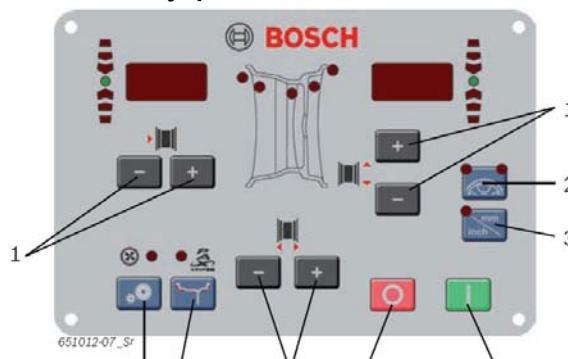

Рис. 6. Кнопки на панели управления / поле индикации (позиции расшифровываются в нижеследующей таблице).
2. Выберите установленное расстояние между серединами ободов сдвоенных колес при помощи кнопок «-» или «+» для расстояния между серединами ободов сдвоенных колес (рис. 6, поз. 1).
4. Выберите установленную ширину обода при помощи кнопок «-» или «+» для ширины обода (рис. 6, поз. 1).
6. Выберите установленный диаметр обода при помощи кнопок «-» или «+» для диаметра обода (рис. 6, поз. 1).
2. Введите имеющееся в наличии количество спиц нажатием кнопок <> или <+> (рис. 6, поз. 1).